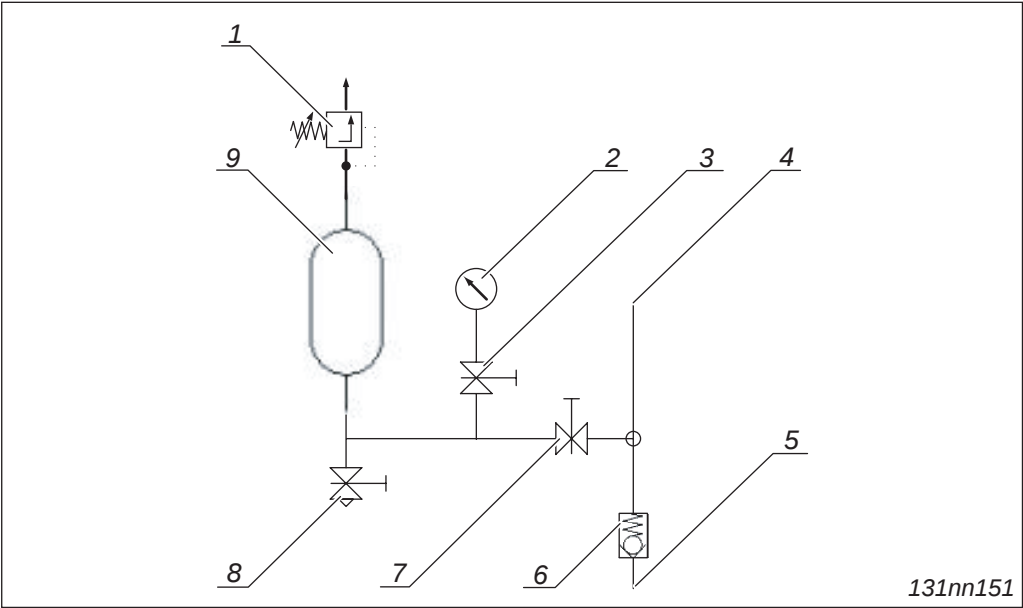

图3-35 蓄能器
- 总压力供给（➔ 第3-96页，图3-35位置 5）已关闭
- 蓄能器压力供给上的截断阀（➔ 第3-96页，图3-35位置 7）是开的
4. 打开放空（➔ 第3-96页，图3-35位置 8），并将冷凝水排到适当的收集器中。
- 蓄能器（➔ 第3-96页，图3-35位置 5）的截断阀必须是关闭的，并已防止无意的打开
1. 通过向左旋转打开放空/排气（➔ 第3-96页，图3-35位置 6）。